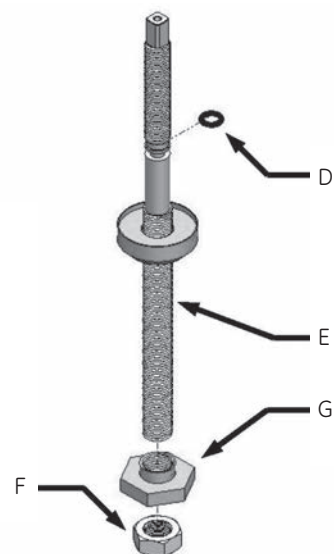
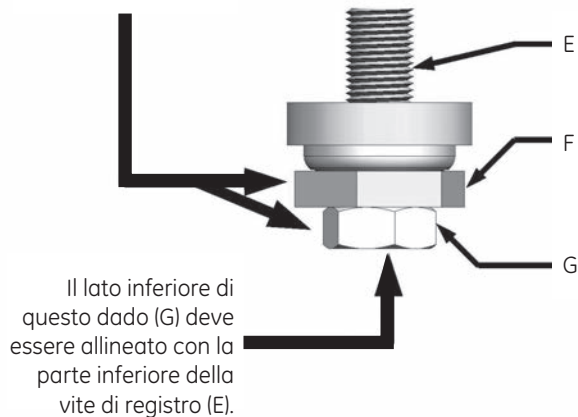

Figura 37 - Assemblaggio dado del cuscinetto
Figura 38 - Serraggio del dado del cuscinetto
**Fase 1:** Fare scorrere un 108 O-ring (D) sulla vite di registro (E), come indicato nella Figura 37.
**Fase 2:** Fare scorrere l'assemblaggio scatola cuscinetto sulla vite di registro (E).
**Fase 3:** Filettare il dado cuscinetto in alluminio (G) sulla vite (E) dal basso. Lasciare un po' di spazio sotto il dado del cuscinetto (G).
**Fase 4:** Filettare il controdado sinistro da 1/2 pollice - 20 pollici SS (F) sulla vite (E). Il controdado (F) e il dado del cuscinetto (G) devono essere serrati reciprocamente, come indicato nella Figura 38.